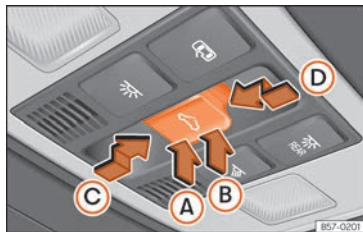

Abb. 66 Im Dachhimmel: Bedienelement für Panorama-Schiebedach.
Der Taster  (Abb. 66) hat zwei Stufen.
- Innerhalb von etwa 5 Sekunden nach der Aktivierung des Einklemmschutzes, drücken Sie die Taste <>>> [Abb. 66] bis zur zweiten Stufe in Pfeilrichtung ① bis das Dach vollständig schließt.